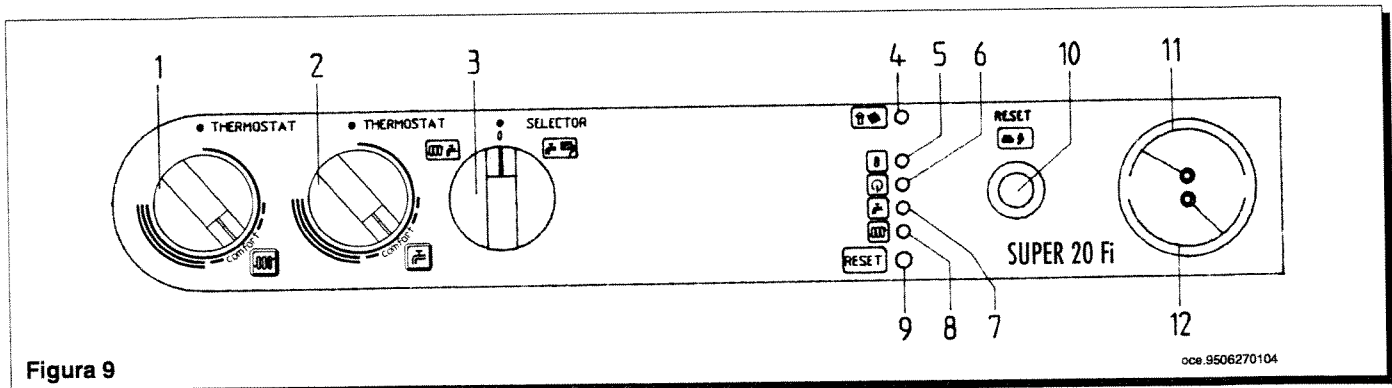

Figura 9
Con questo potenziometro è possibile regolare il tempo di attesa in riscaldamento ad ogni intervento del dispositivo di regolazione (1 figura 9 pagina 15) da 1 a 7 minuti.
- * aprire il rubinetto gas e ruotare la manopola (3) di figura 9 predisponendo la caldaia in posizione Estate (☀️);